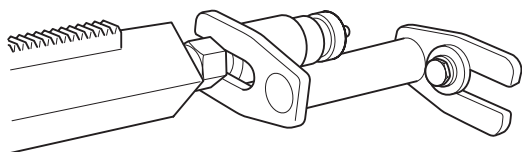

Fig.19
7. För ytterligare säkring av borrhjulet kan expanderfäste användas (Fig. 19). Fästet justeras mot stämpskruven och fixeras i taket med en expanderbult. Säkra med låsmutter 30 mm.
7. Som en yderligere sikring af borsøjlen kan ekspanderbeslaget anvendes (Fig. 19). Beslaget justeres mod stempelskruen og fastgøres i væggen med en ekspansionsbolt. Det sikres med en 30-mm-låsemøtrik.
7. For ytterligere sikring av borsøylen kan ekspanderfeste benyttes (Fig. 19). Festet justeres mot søyleskruen og fikses i taket med en ekspanderbolt. Sikre med låsemutter 30 mm.